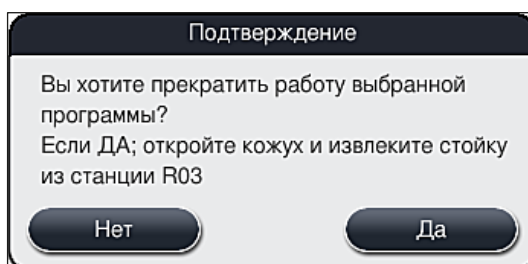

Рис. 93
5. В следующем информационном сообщении (→ "Рис. 93") подтвердите завершение программы нажатием кнопки **Да** или вернитесь к индикатору статуса процесс нажатием кнопки **Нет**.
Строго следуйте информации в сообщении (→ "Рис. 93").